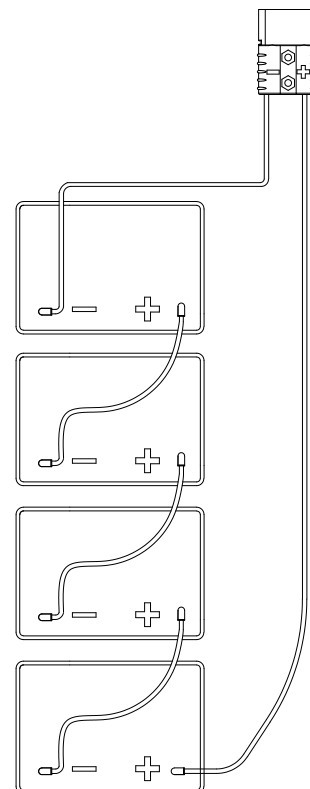

Figura 6
A máquina requer quatro baterias de 6V, conectadas e instaladas nas posições indicadas na Figura 6.
4. Encaminhe e instale o cabos da bateria como mostrado na Figura 6, e aperte a porca em cada terminal da bateria.